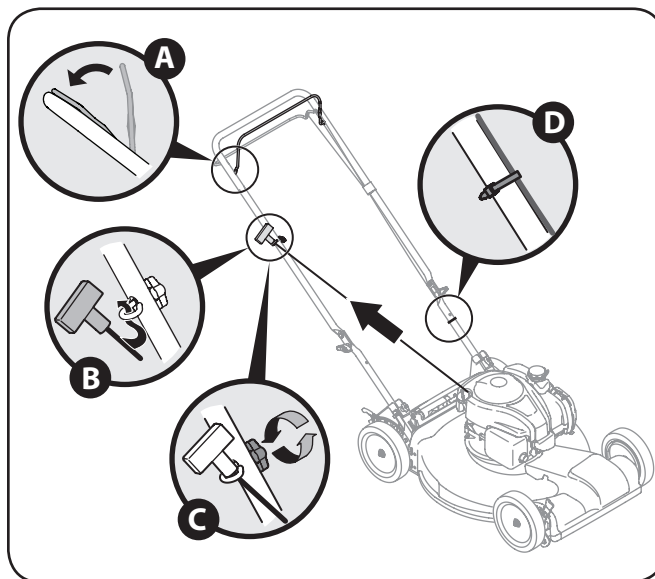

Figura 3-6
4. La guía de la cuerda está unida al costado derecho de la manija superior. Afloje la tuerca de mariposa que sujeta la guía de la cuerda, Figura 3-6.
- b. Lentamente tirar de la cuerda que la manilla del motor y deslizar la cuerda de arranque en la guía de la cuerda. Vea Figura 3-6.